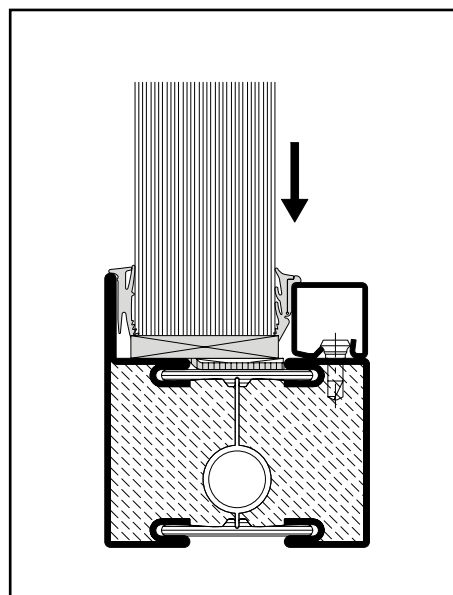

Abb. 19 / Fig. 19 / Fig. 19
- Keildichtung glasleistenseitig eindrücken. Im Eckbereich beginnen und anschließend in Richtung Mitte eindrücken (Abb. 19).
- Enfoncer les joints coté parclose en commençant dans les angles et en les enfonçant vers le milieu (fig. 19).
- Press in the wedge weatherstrip on the glazing bead side. Commence in the corner and then press in towards the centre (fig. 19).